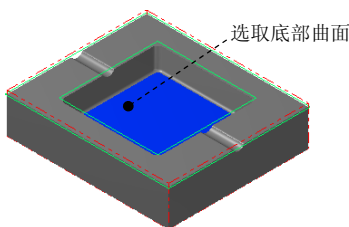

图 11.32 选取加工面
(1) 在图形区中选取图 11.32 所示的面, 然后按 Enter 键, 系统弹出“刀具路径的曲面选取”对话框。